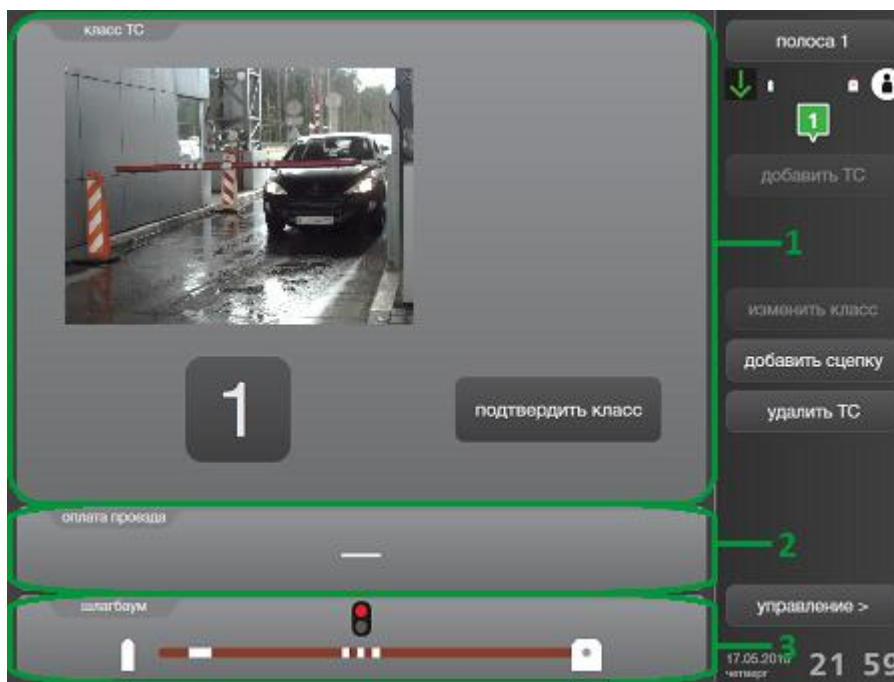

Рисунок 75. Этапы проезда ТС на основном экране: подтверждение класса
1. область определения класса ТС (рис. 75 -77, поз. 1);
2. область контроля оплаты проезда (рис. 75 -77, поз. 2);
3. область контроля выезда ТС (рис. 75 -77, поз. 3);